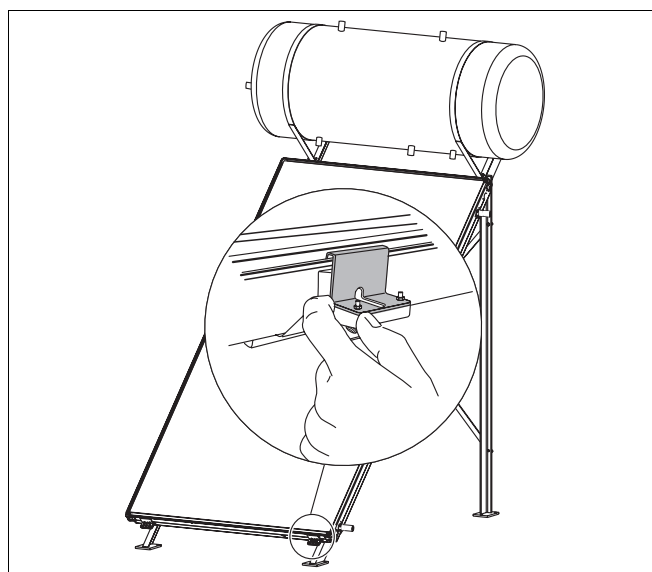
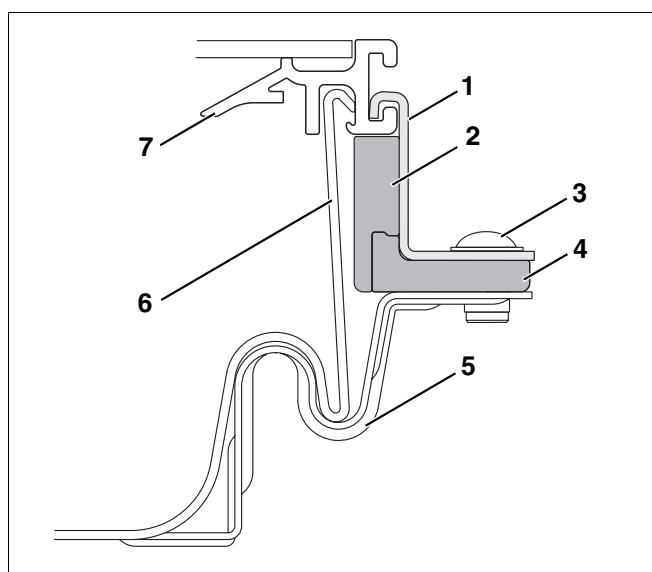

Fig. 15 Fijar el colector
Fig. 16 Esquema de los dispositivos de sujeción del colector
Preste atención a que las partes superiores de plástico (fig. 16, **pos. 2**) de los distanciadores de dos piezas estén acopladas a las partes inferiores de plástico (fig. 16, **pos. 3**).
Las partes superiores de plástico sostienen el marco de los colectores (fig. 16, **pos. 6**).
- ▶ Incline ligeramente los distanciadores hacia delante y coloque los dispositivos de sujeción del colector (fig. 16, **pos. 1**) en la ranura de los marcos de los colectores einlegen (fig. 15).
- ▶ Atornille los dispositivos de sujeción del colector a los soportes del colector con los tornillos de cabeza semiesférica adjuntos (fig. 16, **pos. 3**).